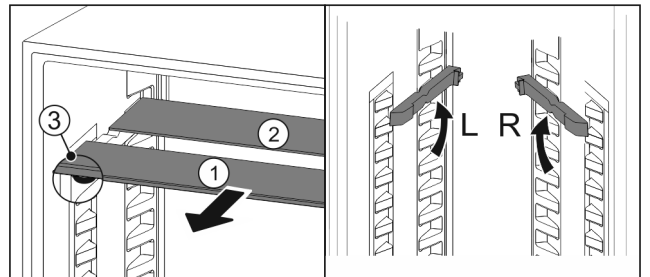

Fig. 94
- ▶ Trekk glassplatene enkeltvis fremover og ut Fig. 94 (1).
- ▷ Glassplate Fig. 94 (1) med pyntelist ligger foran.
- ▷ Stoppere Fig. 94 (3) peker nedover.